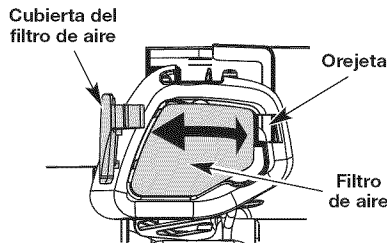

Fig. 26
1. Abra la cubierta del filtro de aire presionando hacia dentro la lengüeta de traba y sacando la cubierta del filtro (Fig. 26).
2. Retire el filtro de aire (Fig. 26).
6. Vuelva a colocar el filtro de aire en la placa de base (Fig. 26).
7. Vuelva a instalar la tapa del filtro de aire. Coloque las dos pequeñas lengüetas de la cubierta del filtro de aire sobre las dos ranuras de la placa posterior y presione la cubierta hacia abajo, cerciorándose que la lengüeta y la ranura estén bien alineadas, hasta que encaje en su lugar (Fig. 26).